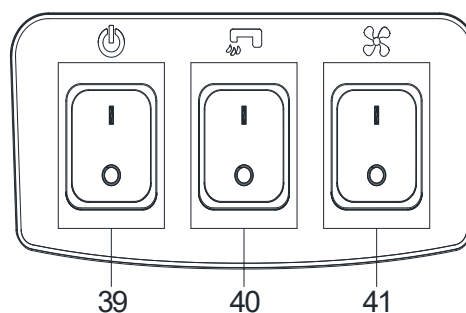
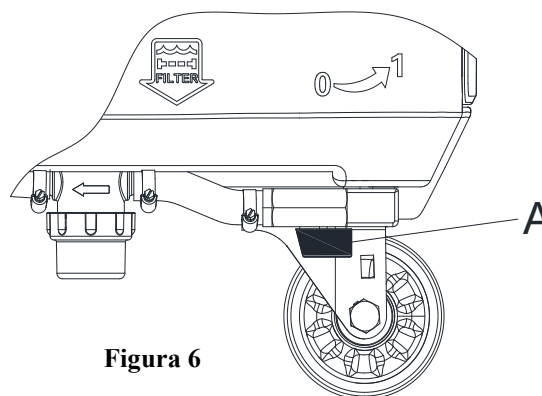

Figura 2
Figura 6
## PANOU COMANDĂ (ca în Figura 2)
1. Acționați comutatorul de alimentare în poziția „închis” (39, Figura 2).
5. Apăsăți comutatorul de pornire (39, Figura 2).
Volumul debitului de apă poate fi reglat folosind mânerul supapei cu bilă (A, Figura 6) în funcție de cantitatea de apă necesară pentru aplicația dvs. de rașchetare.
Reglarea mânerului supapei cu bilă (A, Figura 6) trebuie realizată când comutatorul de alimentare (39, Figura 2) se află în poziția „OFF”.